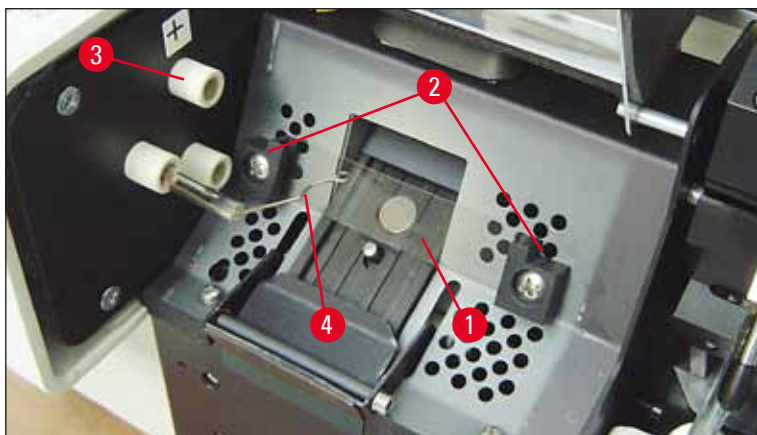

Fig. 20
5. Verifique que se retire el muelle de contacto (→ "Fig. 19-2") del cable de preparación (→ "Fig. 20-4") de la lámpara (véase también (→ "Fig. 20") y (→ "Fig. 21-1")).